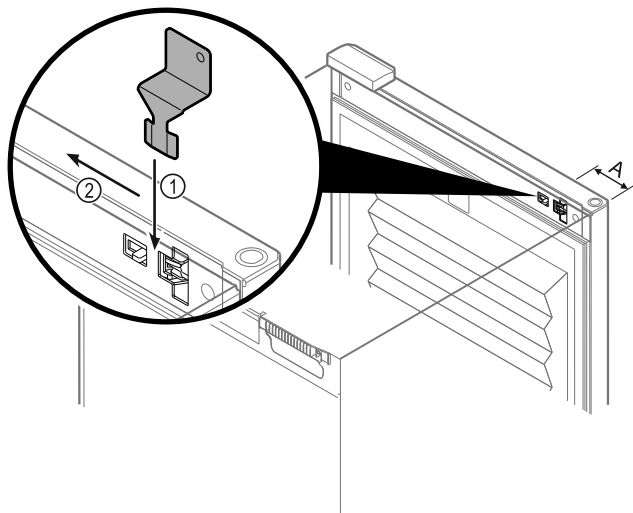

Fig. 106
- ▶ Poziționați cheia de deblocare de urgență în poziția specificată Fig. 106 (A) ≈ 100mm.
- ▶ Introduceți cheia de deblocare de urgență între ușă și corpul aparatului, de sus până la opritor Fig. 106 (1).
- ▶ Trageți cheia de deblocare de urgență în direcția părții cu balamale Fig. 106 (2).